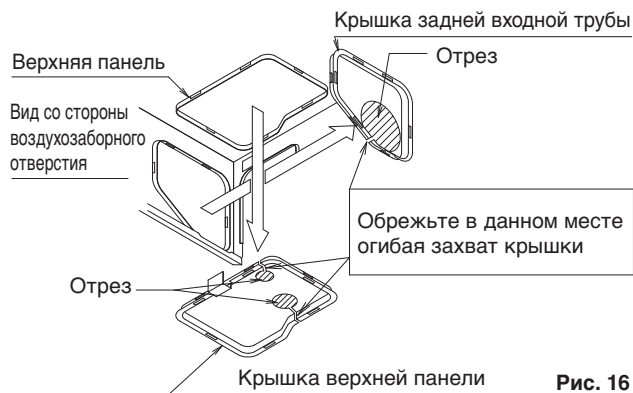

Рис. 16
- (1) Для задней стороны трубопровода
- Снимите заднюю крышку для доступа к трубопроводу и подсоедините патрубок. (См. рис. 16 и рис. 18)
- (2) Для верхнего трубопровода
- Снимите крышку для доступа к верхней панели и подсоедините трубопровод с помощью Г-образного переходника (опция). (См. рис. 16 и рис. 17)
- (3) Для трубопровода на правой стороне
- После завершения работы с трубопроводами прорежьте снятую крышку вдоль трубопровода и установите ее. Также, что касается крышки верхней панели, которая была снята ранее, проденьте провод электродвигателя горизонтальной заслонки и вывод термистора через зажим на крышке верхней панели и зафиксируйте их. (См. рис. 16 и 19.) При этом следует заделать все зазоры между трубопроводом и крышкой, закрывающей отверстие для трубопровода, с помощью приобретаемой на месте шпатлевки во избежание попадания пыли во внутренний агрегат.